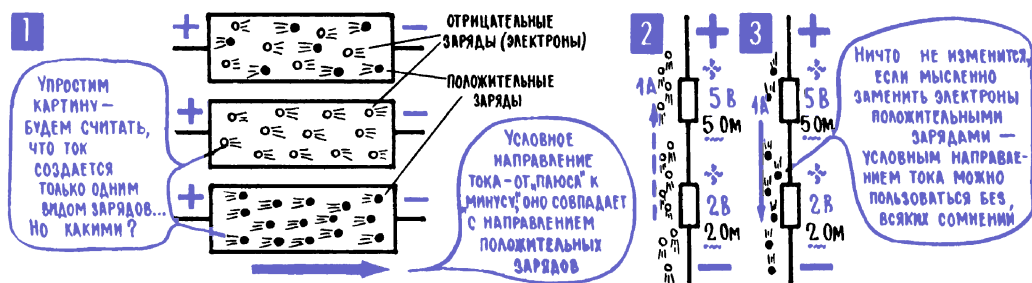

Рис. 4.13. Ток в проводящих жидкостях (электролитах)
12. Условное направление тока от «плюса» к «минусу». В цепи, где есть жидкий или газообразный проводник, можно наблюдать движение зарядов одновременно в двух противоположных направлениях – свободные электроны идут от «минуса» к «плюсу», положительные ионы – от «плюса» к «минусу» (рис. 4.13; 1). В то же время, рассматривая схемы электрических цепей, как правило, совсем не нужно знать подробности, не нужно знать, какие именно заряды создают ток: электроны, положительные ионы или те и другие одновременно. Поэтому, рассматривая схемы, обычно забывают о конкретных носителях заряда и представляют себе, что ток создается только одним сортом частиц, а именно положительно заряженными частицами.
кой ток от «плюса» к «минусу». Тому, кто будет испытывать в связи с этим неудобства, ощущать внутренние протесты, можно предложить два утешения. Во-первых, условное направление тока – не более чем условное направление тока, мы пользуемся им в основном тогда, когда нужно водить пальцем по схеме, а при этом в реальной цепи жизнь идет своим чередом. Во-вторых, рассматривая электрическую цепь и считая, что в ней от «плюса» к «минусу» двигаются положительные «шарики», мы получим точно те же результаты (те же величины токов и напряжений, те же полярности напряжений), как и в том случае, если бы считали, что ток создают электроны и идут они от «минуса» к «плюсу» (рис. 4.13; 2, 3).